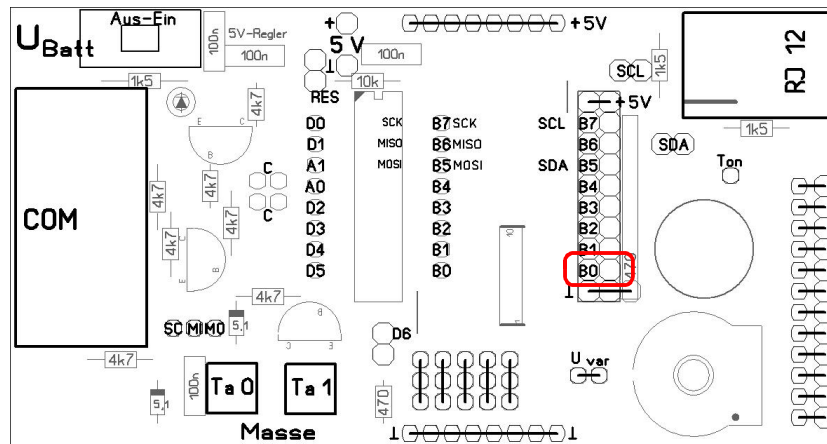

Abbildung 4
Wir schließen eine rote LED nun an PortB.0 an. Die zugehörigen Anschlussstellen sind im Lageplan von Abb. 4 markiert.
- 4.1 Wo muss sie in die Buchsenleiste gesteckt werden? Markiere die Stelle mit gelber Farbe in Abb. 4.